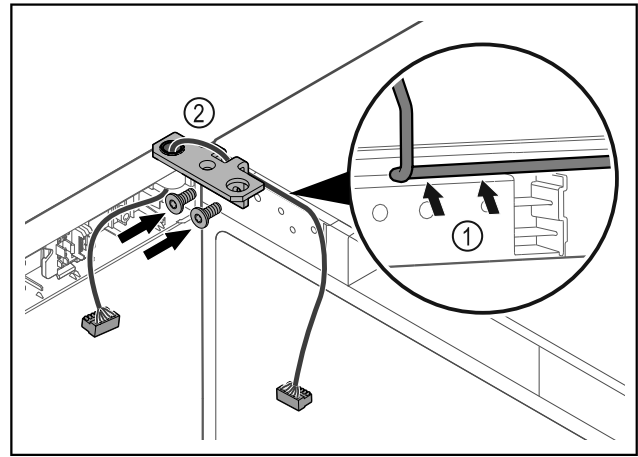

Fig. 32
- Περάστε το καλώδιο μέσα από το άνοιγμα της γωνίας μεντεσέ και τοποθετήστε το προσεκτικά Fig. 32 (1).
- Βιδώστε τη γωνία μεντεσέ Fig. 32 (2).